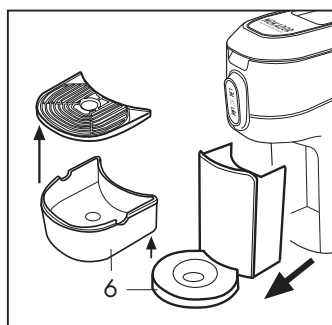
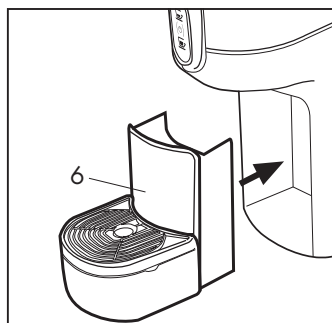

Fig. 10
Fig. 11
Der Kapselsammelbehälter sollte in regelmäßigen Abständen geleert werden, um zu vermeiden, dass die Kapseln festsitzen können. Dazu die Tropfschale (6) und das Tropfgitter (5) entfernen (Abb. 10). Entleeren Sie den Behälter, waschen und trocknen Sie die Komponenten, setzen Sie dann Die Tropfschale (6) wieder zusammen und setzen Sie sie in ihren Sitz ein (Abb. 11)